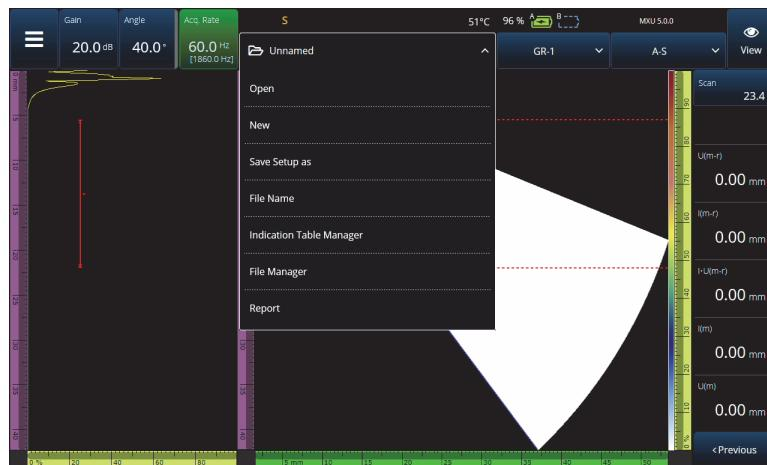
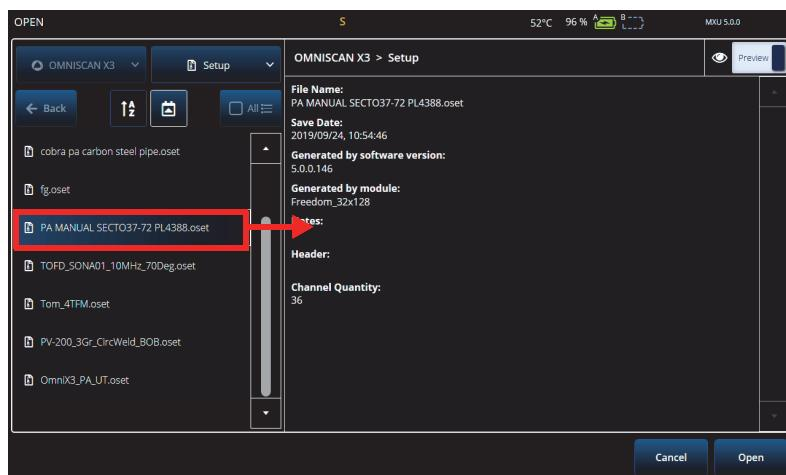

图 6-1 文件菜单
图 6-2 打开菜单
检测设置和数据使用文件保存和编排，并在报告中呈现。您可以使用 **File**（文件）菜单访问多个文件参数、**Report**（报告）工件和 **File Manager**（文件管理器）（参见第 181 页的图 6-1）。
- 要保存您的设置文件，需在**File**（文件）菜单中选择**Save Setup As**（将设置另存为）（参见第181页的图 6-1）。
- 要打开文件，需在**File**（文件）菜单中选择**Open**（打开）（参见第181页的图 6-1），然后选择文件所在的目录。您可以通过选择文件类型来打开设置文件或数据文件。您还可以使用**Filter**（过滤器）图标按字母顺序或按日期排列文件，并预览所选文件（参见第182页的图 6-2）。